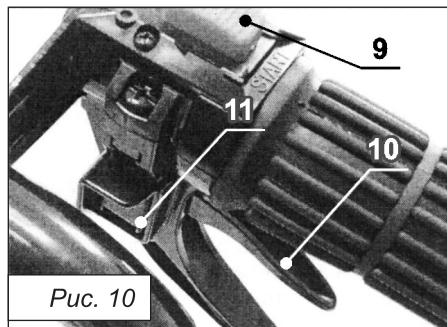

Рис. 10
2. Установите рычаг управления воздушной заслонкой (п. 6, рис. 7) в положение «Закрыто», а на рукоятке управления переместите выключатель (п. 9, рис. 10) в положение «Включено».
Для выключения двигателя необходимо отпустить рычаг акселератора и перевести выключатель (п. 9, рис. 10) в положение «Стоп». Двигатель заглохнет.